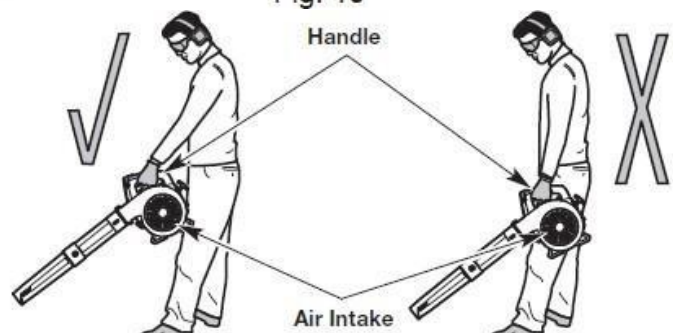

Fig. 12
Ga in de werkpositie staan (fig. 12). Sta rechtop. Niet bukken.
Houd het apparaat NIET aan de zijkant vast (fig. 12). De motor kan erg heet worden. Blokkeer de luchtinlaat NIET.
- - Houd het apparaat voor en van uw lichaam af (fig. 12).